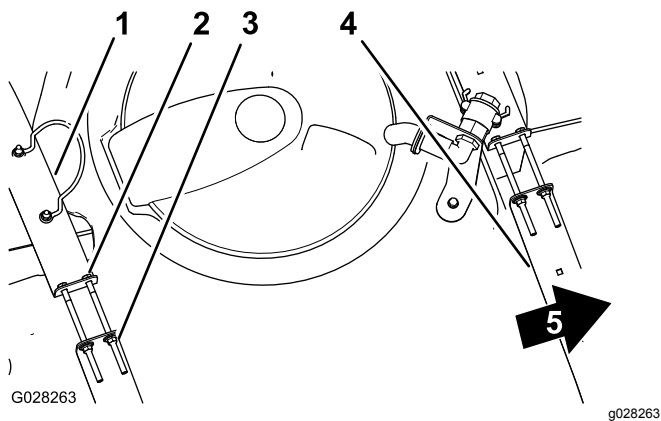

Figura 29
2. Compruebe si hay holgura entre los flejes y el depósito (Figura 29).
- Si los flejes tienen holgura, apriete las contratuercas con arandela prensada y los pernos del extremo superior de los flejes hasta que los flejes queden apretados contra la superficie del depósito (Figura 29).